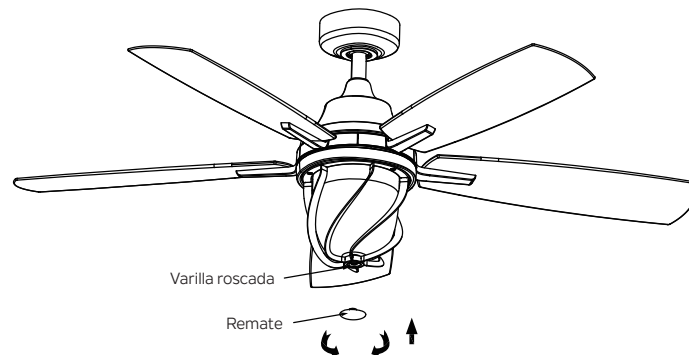

Figura 25
Paso 6. Atornille el remate en la varilla roscada del kit de luz. (Figura 25)